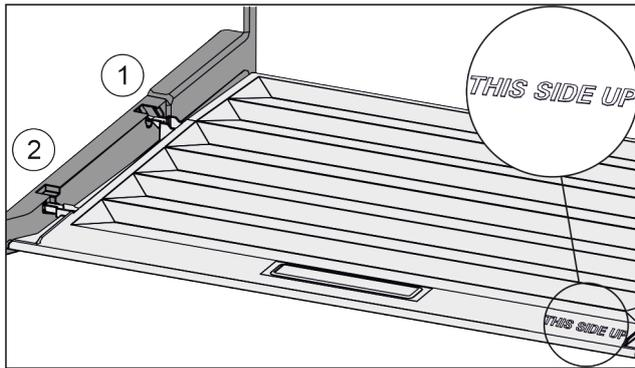

Fig. 95
- ▶ Introduzca los nervios de la tapa por la abertura del soporte trasero Fig. 95 (1) y encájelos por delante en el soporte Fig. 95 (2).